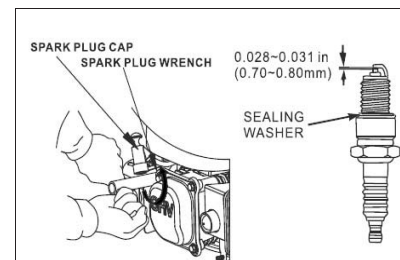

Fig. 11
4. Meça o intervalo do eletrodo com um indicador adequado. O intervalo correto é 0,70-0,80 mm. Se for necessário um ajuste, corrija a folga dobrando cuidadosamente o eletrodo lateral. (Ver Fig. 11)